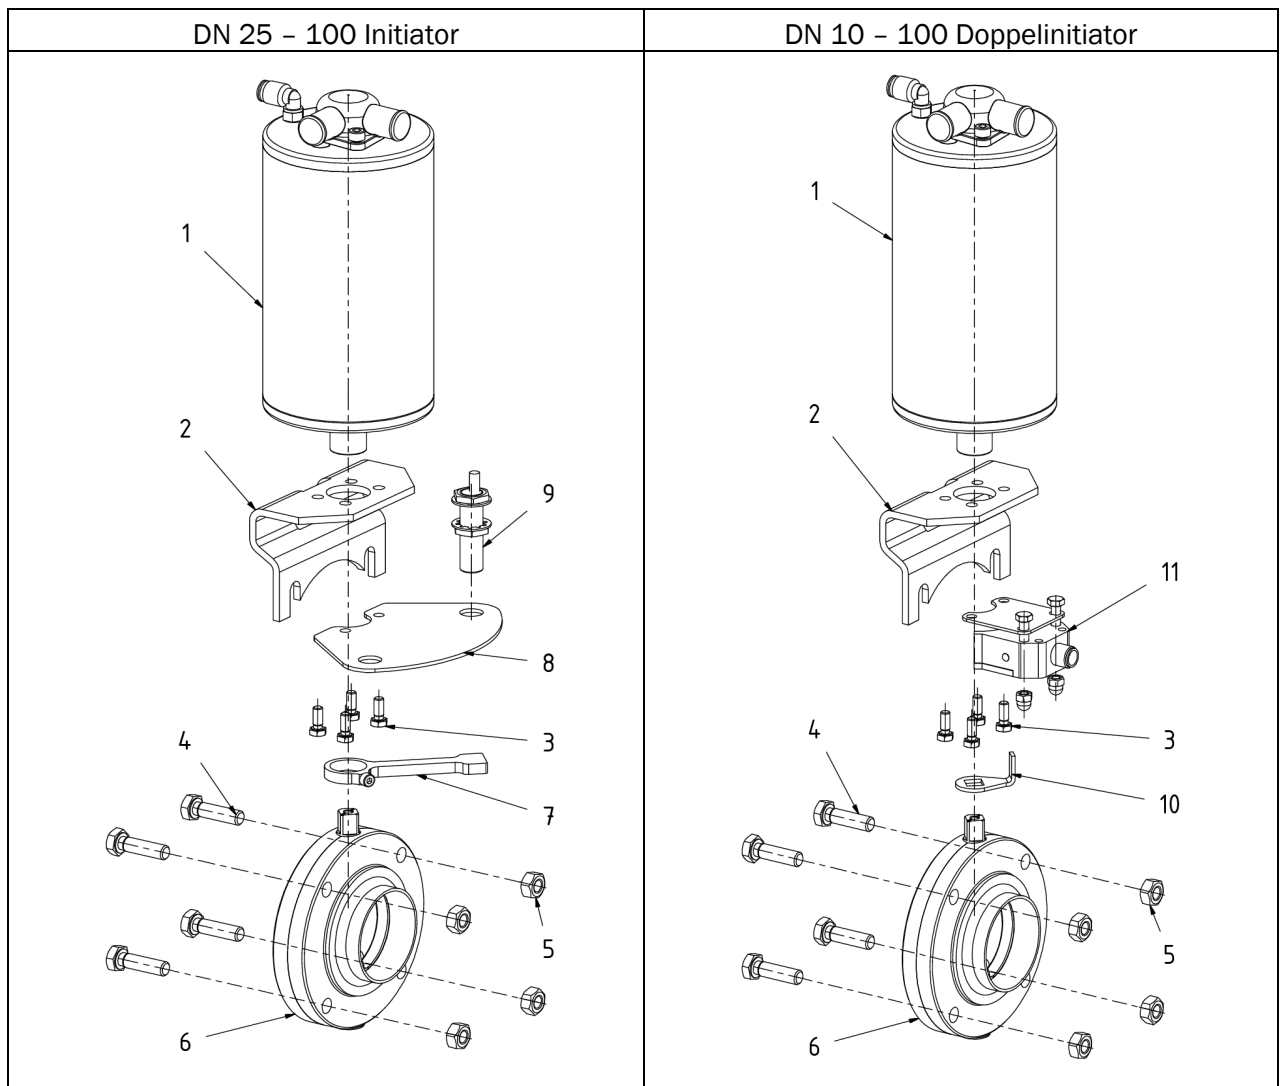

Abb. 6.8: Komponentenaufbau des pneumatischen Antriebs mit Rückmeldung
Ist eine Rückmeldung vorgesehen, bringen Sie diese vor dem Zusammenbau des pneumatischen Antriebs (Abb. 6.8, Pos. 1) mit dem Scheibenventil unterhalb der Haltekonsole (Abb. 6.8, Pos. 2) an.
- Befestigen Sie den Halter (Abb. 6.8, Pos. 8) zusammen mit der Haltekonsole (Abb. 6.8, Pos. 2) am pneumatischen Antrieb (Abb. 6.8, Pos. 1) mittels der Sechskantschrauben (Abb. 6.8, Pos. 3).
- Klemmen Sie die Schaltfahne (Abb. 6.8, Pos. 7) an die Antriebswelle des Antriebs fest.
HINWEIS: Achten Sie darauf, dass das Ende der Schaltfahne (Abb. 6.8, Pos. 7) in der Stellung ‚Geöffnet‘ oder ‚Geschlossen‘ genau unter dem Näherungsinitiator steht, der wiederum in der Bohrung des Halters (Abb. 6.8, Pos. 8) senkrecht zum Zylinder des pneumatischen Antriebs (Abb. 6.8, Pos. 1) eingebaut wurde.